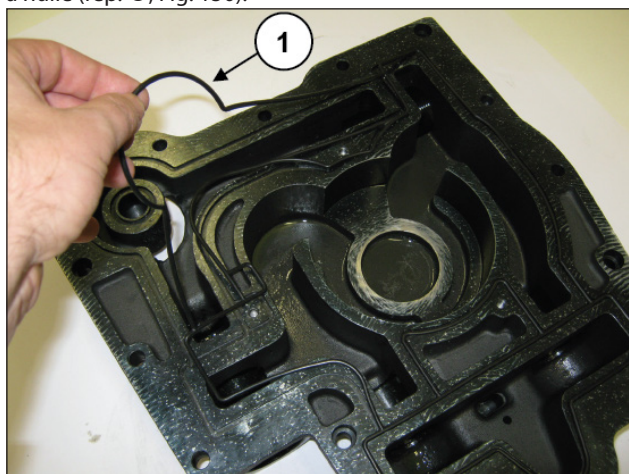

Fig. 150
Installer le joint torique dans son siège sur le corps de pompe à huile (rep. ①, Fig. 150).